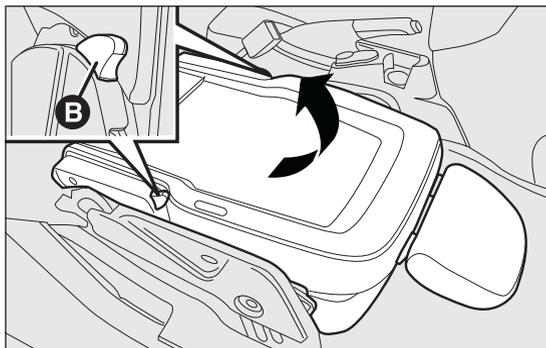

fig. 25
- agire sulle leve B fig. 25 e sollevare ulteriormente il sedile verso l'alto.